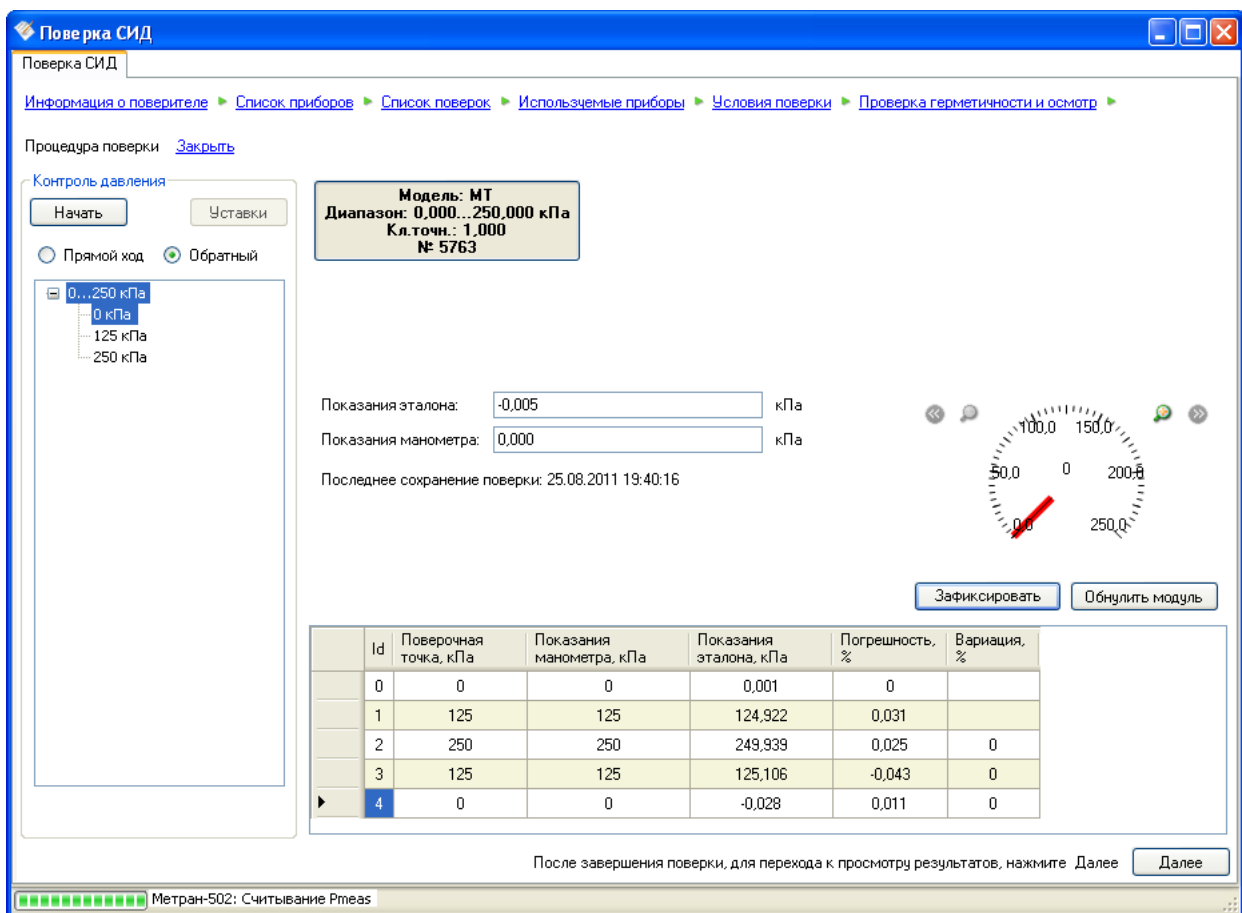

Рисунок 4.45 – Определение метрологических характеристик технических манометров
- Фиксацию значений производить нажатием кнопки «Зафиксировать точку». При этом программа производит автоматическое заполнение таблицы результатов: показания манометра и эталона, погрешность и вариация (см. Рисунок 4.45).